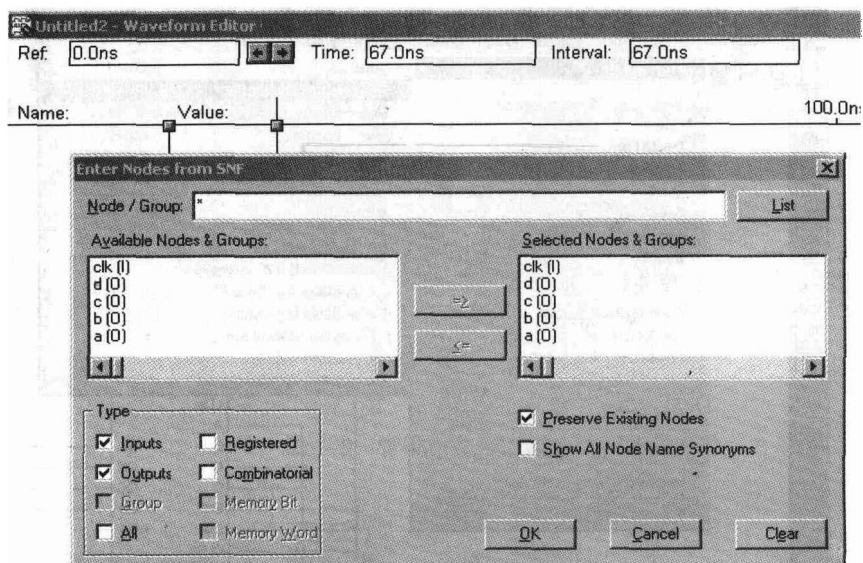

图 1-15 波形编辑信号调入
(10) 波形编辑信号调入: 选择菜单 [Node] | [Enter Nodes from SNF] | [List] 选择如图 1-15 所示。